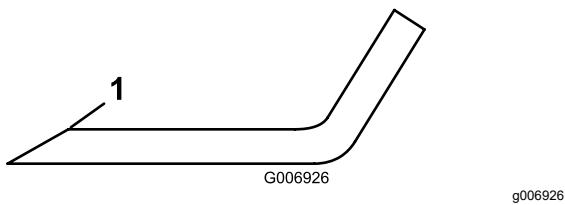

図 18
5. 全部のブレードの切っ先を丁寧に点検する。切っ先が鈍くなっていたり欠けていたりした場合には研磨する。研磨は刃先の上面だけを行い、刃の元々の角度を変えずに刃先を鋭利にする図18。
6. 刃先に磨耗や欠けがある場合には研磨するが、研磨は刃先の上面だけを行い、刃の元々の角度を変えないように十分注意する図18。